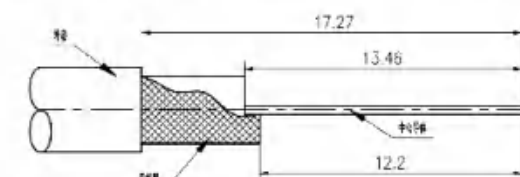

图 4.2-6
①按图 4.2-6 所示剥开电缆, 末端面必须切割干净并与电缆的轴向面垂直。切割时, 电缆不能变形。